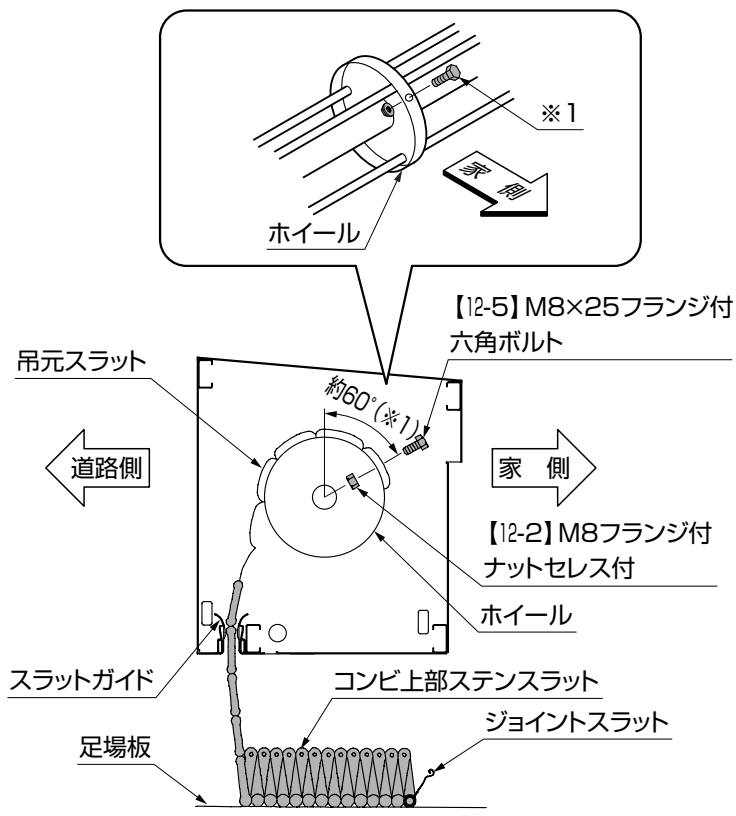

図6-1
- ① 吊元スラットを真上から引き上げ、シャフトのホイール取付け用孔の位置に合わせてください。
- ② 吊元を止める位置がホイール頂点より家側で、電動タイプの場合は斜め約60°方向(※1)になっていることを確認してください。(図6-1参照)